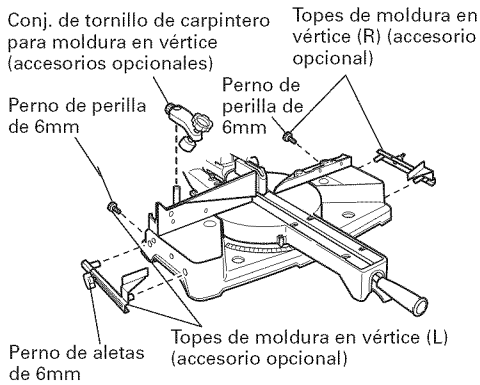

Fig. 46-a
- (1) Las topes de moldura en vértice (L) y (R) (accesorios opcionales) permiten facilitar los cortes de la moldura en vértice, sin inclinar la hoja de sierra. Instálaslas en ambos lados de la base, tal como se muestra en la Fig. 46-a. Después de la inserción, apriete el perno de perilla de 6mm para asegurar los topes de moldura en vértice.